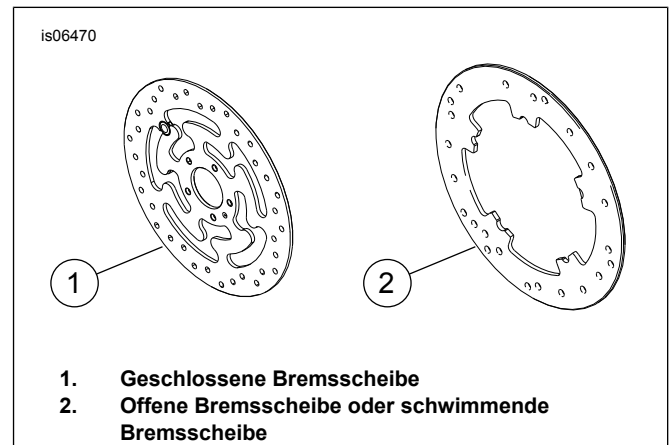

Abbildung 1. Vorderradbremsscheiben-Ausführungen
- Bremsscheibenschrauben (Siehe Abbildung 1. zusammen mit dem Siehe Tabelle 1.)